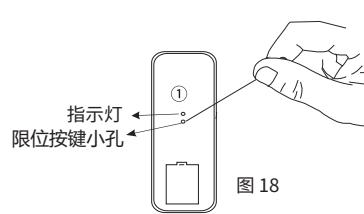

图 18
- 用一根小回形针或小圆针,插入控器背面“限位按键小孔”(如图18),按1下,红蓝色发光二极管点亮,再按1下遥控器“下行键”,此时,待升降架下降到合适的位置后按1下遥控器“停止键”(如图19),再按1下遥控器背面“限位按键小孔”按键,红蓝发光二极管熄灭,此时升降架上下运一下,升降架电子下限位设置完成。